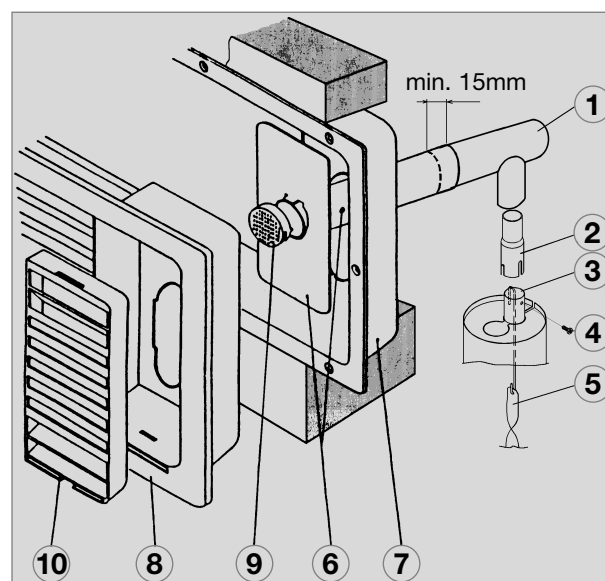

Fig. 25
La conduite d'évacuation des gaz doit être installée de façon à assurer la dérivation complète des produits de combustion vers l'extérieur de la pièce. La conduite d'évacuation des gaz doit toujours être ascendante, afin d'éviter l'accumulation de condensation. Sur le modèle d'évacuation des gaz présenté à la fig. 25, la protection d'hiver peut être montée sur le côté (10) Fig. 25.